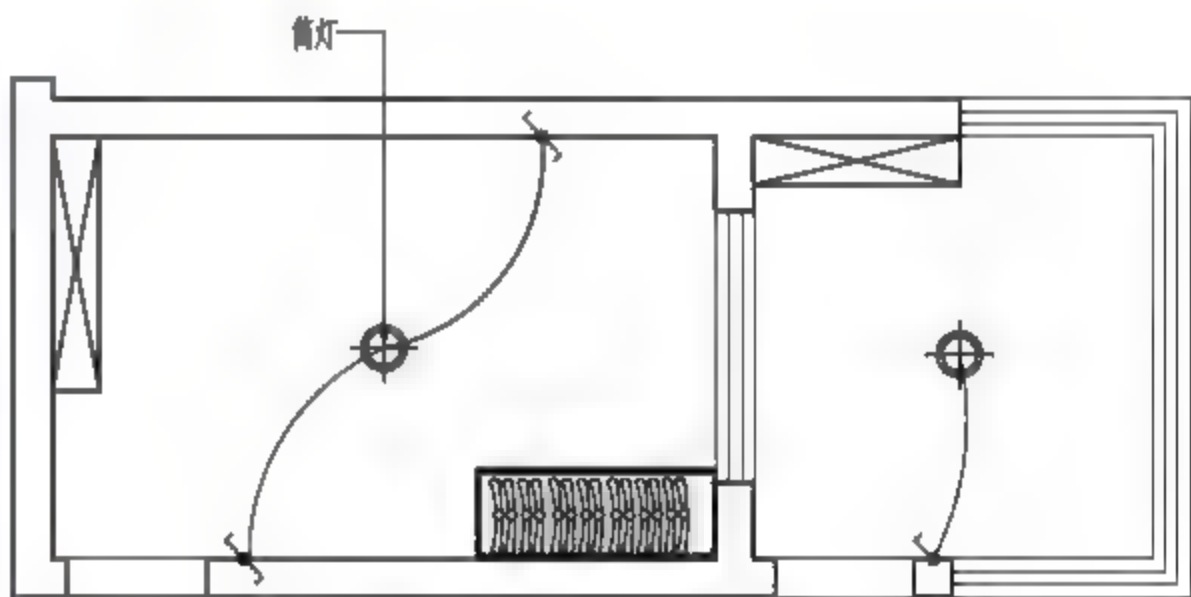

图5-125 绘制引线标注
**06** 在【默认】选项卡中，单击【注释】面板中的【多重引线】按钮, 创建多重引线，如图5-125所示。命令行提示如下。